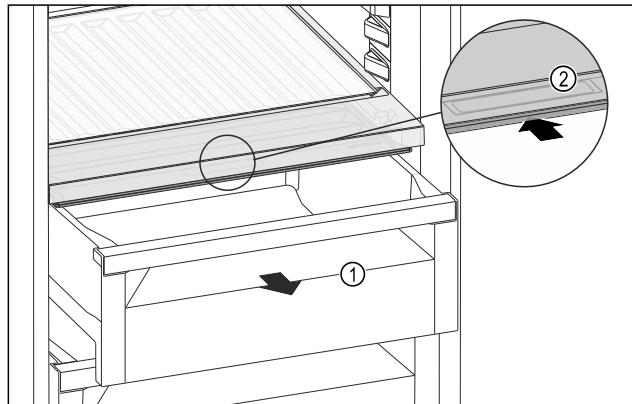

Fig. 171
- Извлеките выдвижной ящик Fig. 171 (1).
- Возьмитесь за утопленную ручку Fig. 171 (2) на крышке отделения и одновременно введите крышку отделения назад.